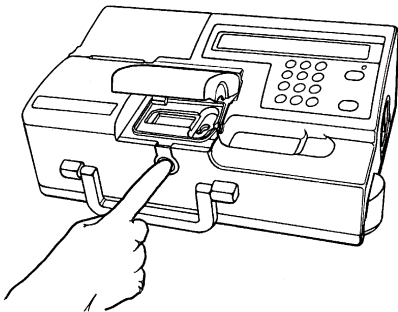

Fig. 5-3 Apertura de la cámara de medición
- Abra la cámara de medida, oprimiendo el botón de liberación de la cubierta. (Fig. 5-3).